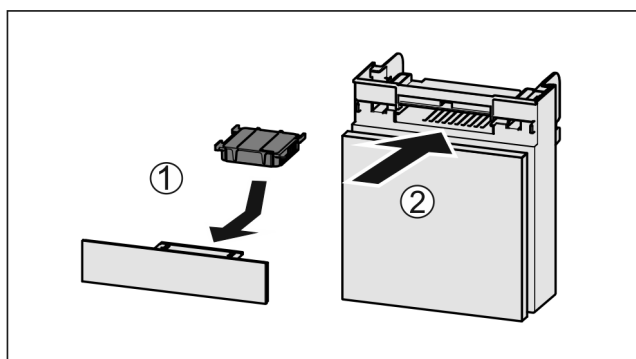

Fig. 70
- ▶ Поставете Fig. 70 (1) филтъра с активен въглен, както е показано на фигурата.
- ▶ Вкарайте Fig. 70 (2) отделението.